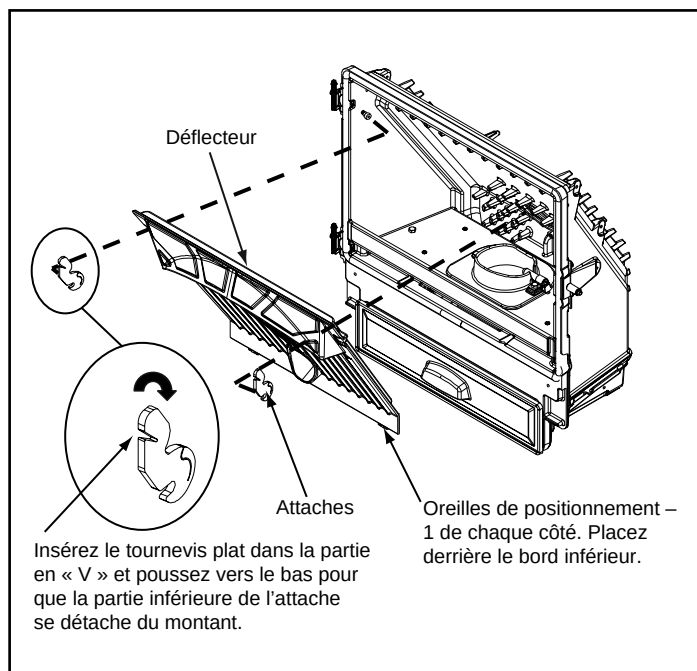

Figure 29.2
- Enlevez le déflecteur en introduisant un tournevis plat dans la fente des attaches des angles supérieurs et poussez vers le bas. La partie inférieure de l'attache s'avance et se détache du montant. Soulevez le déflecteur, puis amenez-le vers vous (**figure 29.2**).